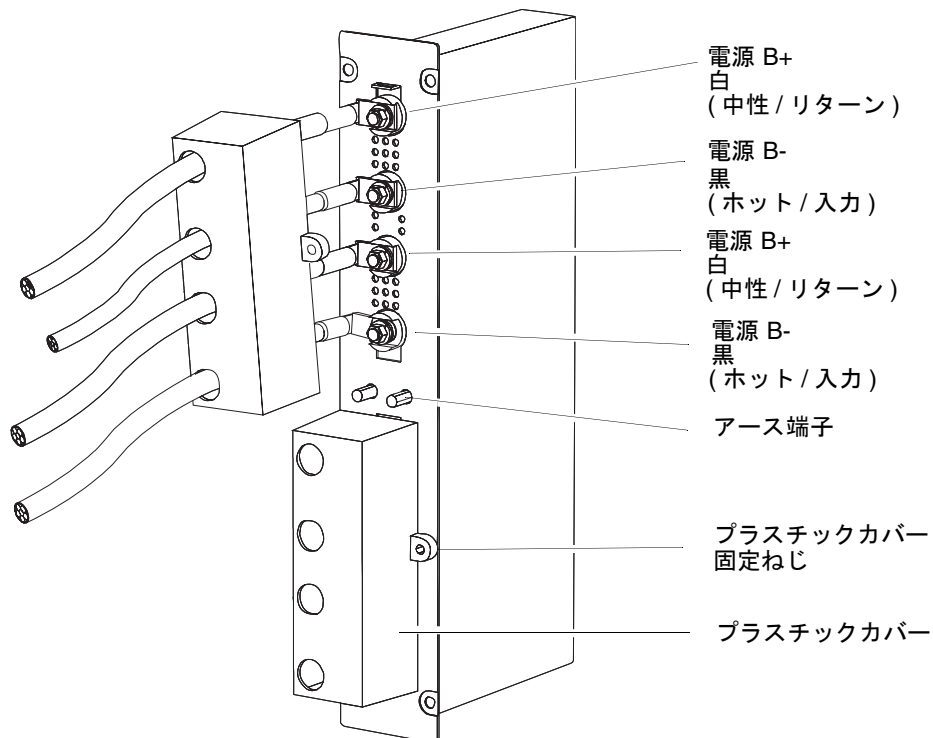

図 1-24 電源 B のプラスチックカバーを取り外し、コネクタが露出された状態の DC 電源差し込み口
2. DC 電源差し込み口のプラスチックのカバーを取り外します (図 1-24)。
- e. 1組の供給線に対するアース用ストラップをアース端子に接続します (図 1-24)。